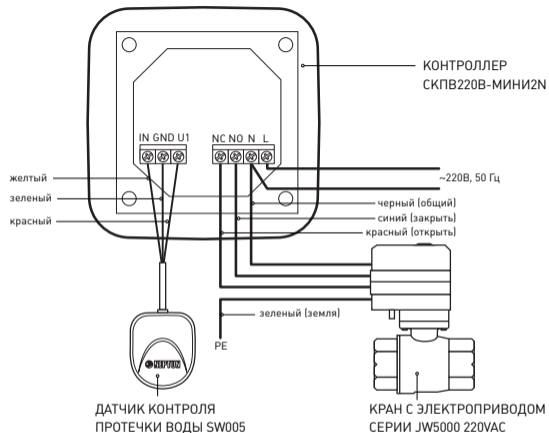

РИС.2 СХЕМА ПОДКЛЮЧЕНИЯ К КОНТРОЛЛЕРУ СКПВ220В-МИНИ2N ДАТЧИКА КОНТРОЛЯ ПРОТЕЧКИ ВОДЫ SW005 И ШАРОВОГО КРАНА С ЭЛЕКТРОПРИВОДОМ СЕРИИ JW5000 220 VAC.
Контроллер СКПВ220В-мини2N имеет (см. рис. 2):
Напряжение питания на контроллер должно быть подано из силового шкафа и обязательно через УЗО (30 мА). К контроллеру СКПВ220В-мини2N подвести фазу и ноль согласно схеме подключения (рис. 2).
- выполните соединение проводов в соответствии со схемой на рис. 2;